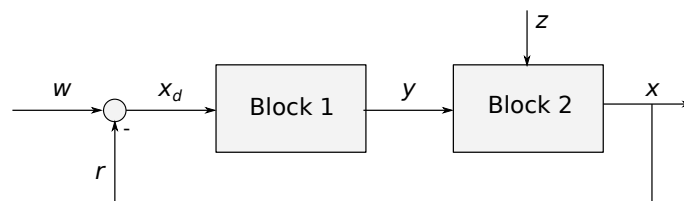

Abbildung 2: Blockschaltbild eines Regelkreises.
3. In Abbildung 2 sei das Blockschaltbild eines Regelkreises gegeben. Benennen Sie in der Tabelle auf dem Lösungsblatt Block 1 und Block 2 sowie die angegebenen Größen des Regelkreises.